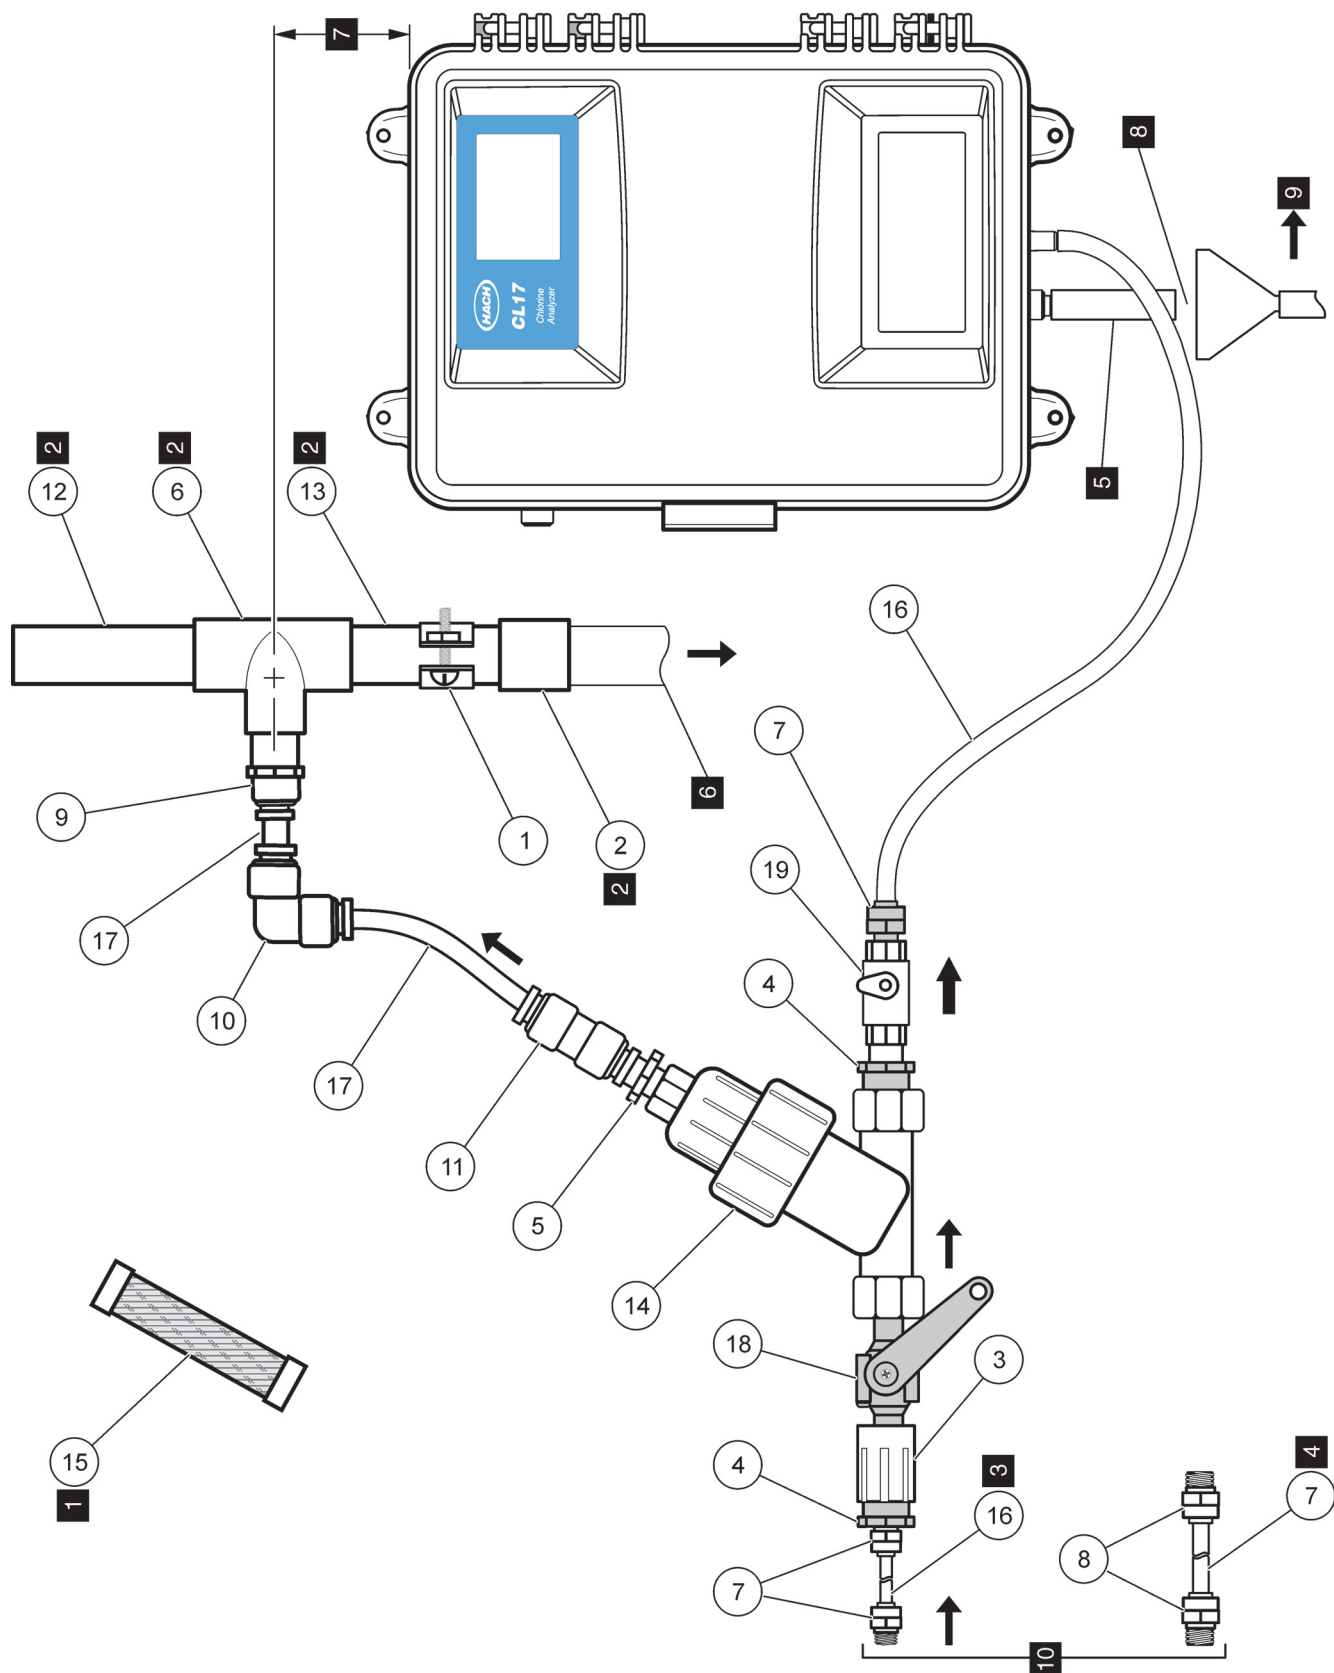

Рисунок 7 Система пробоподготовки
Соберите осевую линию т-образного дренажа обводного канала на уровне примерно 60 см над прибором. См. Рисунок 7. При соблюдении условий монтажа, конструкция обходной цепи разветвителя для снятия вакуума позволяет избежать возникновения отрицательного давления в образце и позволяет создать нужное положительное давление для потока, проходящего через анализатор.
См. полную диаграмму системы в Рисунок 7 и полезные советы в Таблица 3, чтобы выполнить сборку компонентов.
Соберите регулятор высоты (водонапорная труба) и фильтр, как показано на Рисунок 7. Убедитесь, что давление образца на входе в систему пробоподготовки находится в интервале от 1,5 до 75 фунтов на квадратный дюйм для обеспечения нормальной работы.
1. Установите поток путем регулировки шарового клапана (объект 18 в Рисунок 7). Клапан полностью закрыт, когда рычаг перпендикулярен корпусу клапана и полностью открыт, когда он параллелен.
2. Наблюдайте за потоком в обходном узле фильтруемого образца (прозрачная трубка, узел 13 в Рисунок 7). Убедитесь, что поток настроен так, что в отводном канале всегда есть ток жидкости.
Таблица 1 Комплектующие системы пробоподготовки (см. Рисунок 7)
Таблица 2 Комплектующие системы пробоподготовки Рисунок 7